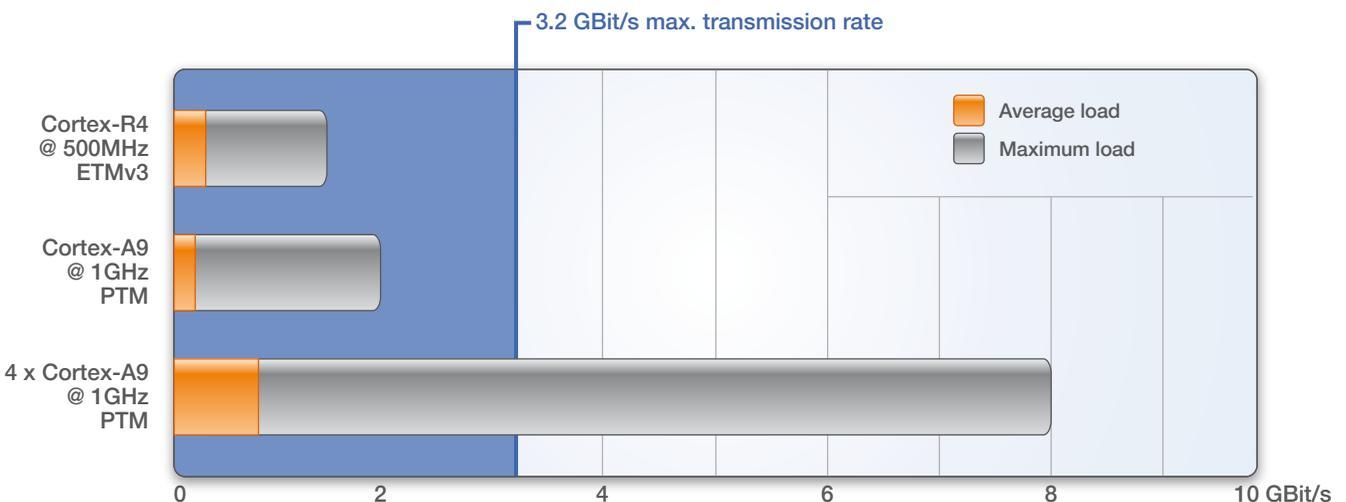

Bild 9: Eine Übertragungsrate von 3,2 GBit/s reicht in der Regel aus, um alle Informationen zum Programmablauf auf den Host zu streamen.
Die Menge an Tracedaten, die über den Traceport exportiert wird, hängt zum einen von der Target-Hardware ab. Die Anzahl der Cores, die Anzahl der Traceport-Pins sowie die verwendete Traceclock sind wichtige Parameter, ebenso das von der Core-Tracelogik verwendete Protokoll. Das ARM PTM-Protokoll ist beispielsweise kompakter als das ARM ETMv3-Protokoll (siehe Bild 9).
- Der PowerTraceII bietet zusätzlich noch eine FPGA-basierte Hardware-Kompression der Tracedaten. Damit lassen sich bis zu 3,2 GBit/s Tracedaten auf den Hostrechner übertragen. Bild 9 zeigt, dass diese Übertragungsrate für ein verlustfreies Streamen der ETM/PTM-Daten in der Regel ausreichend ist.